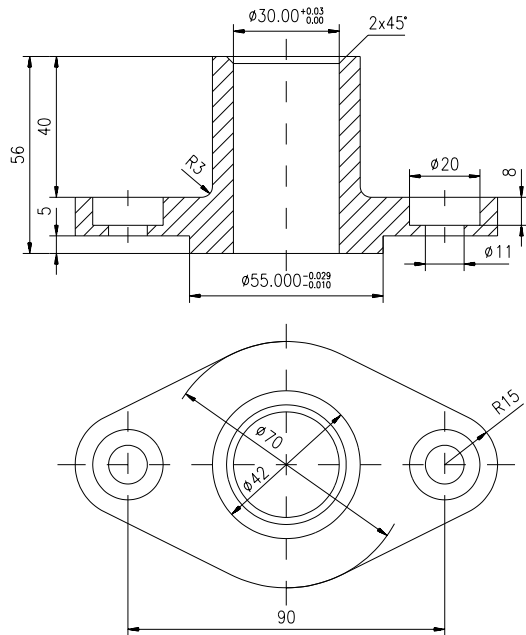

Fig. 7.14
- **Cotarea piesei,** realizată pe layer-ul "COTE". Este indicat în această etapă „înghețarea” layer-ului "HASURI", pentru a permite selectarea precisă a originii liniilor ajutătoare (fig. 7.14).